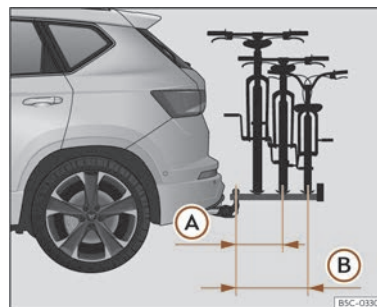

Fig. 178 Reprezentare schematică a ieșirii maxime în consolă a unui suport de biciclete pentru două sau trei biciclete.
ieșirea maximă în consolă nu trebuie să depășească 500 mm de la centrul cuplei sferice la centrul șinei ultimului suport >>> **fig. 178 (A)** pentru suporturi de două biciclete. În cazul suporturilor de trei biciclete, ieșirea în consolă nu trebuie să depășească 700 mm >>> **fig. 178 (B)**.